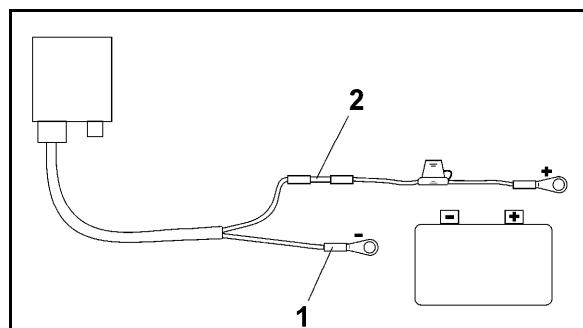

Fig. 4
4. Sett inn den blå kabellederen (jord) i den løse ringtungen (Fig. 4/1).
6. Sett inn den brune kabellederen (+ 12 volt) i en ledig ende av buttskjøten (Fig. 4/2)
8. Krymp buttskjøten (Fig. 4/2) med en varmekilde (sigarettenner eller hårfører) inntil limet kommer ut